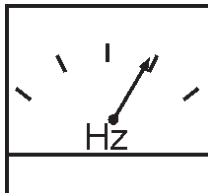

**Figure 48. Fréquencemètre**
6. Le système de mesure de fréquence du générateur (Figure 48) doit afficher la fréquence de sortie du cycle 50 en HERTZ.